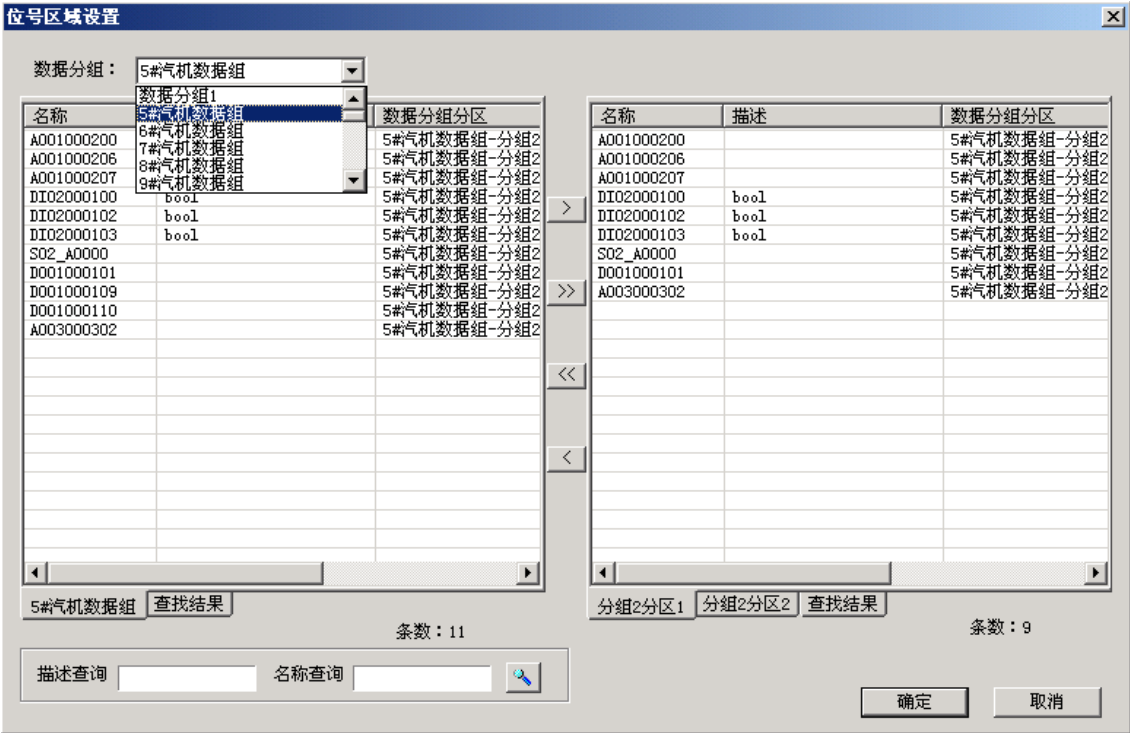

图 6-38 数据组分区设置界面
- ：点击此按钮将弹出分组分区设置界面如图 6-38所示，通过“数据分组”的下拉列表选择数据组，在右边的数据区域中显示对应分区中的所有位号。该功能可用于查看或增加/删除数据组对应的分区上的位号。